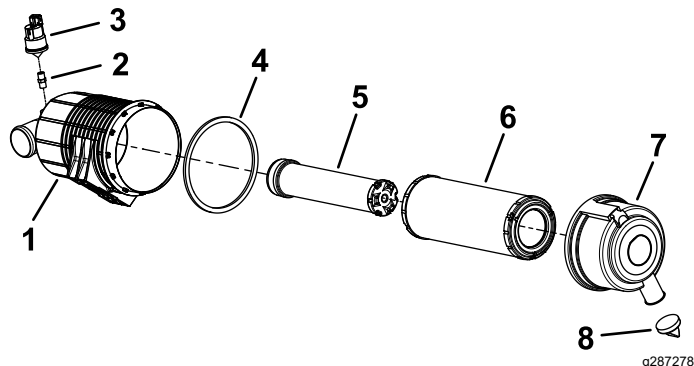

Figura 39
3. Revise el filtro del limpiador de aire y el elemento de seguridad si el indicador del limpiador de aire se ve rojo (Figura 39).